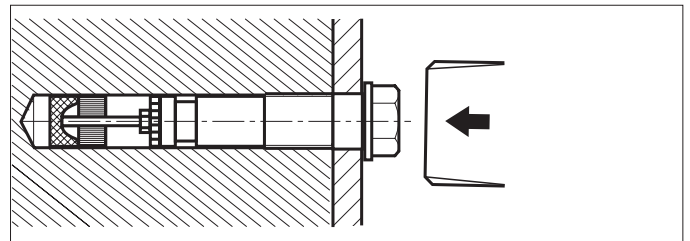

Bild 3
- ⇒ Schwerlastanker mit leichten Hammerschlägen plattenbündig in die Hauptbohrungen eintreiben (Bild 3).